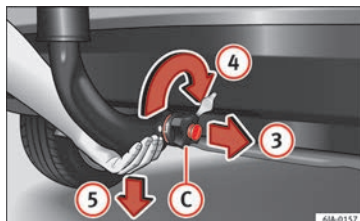

Fig. 202 Desbloquear a barra de cabeça esférica.
- Segure a barra de cabeça esférica por baixo »» **Fig. 202** e com a outra mão retire a roda manual **(C)** no sentido da seta **(3)**.